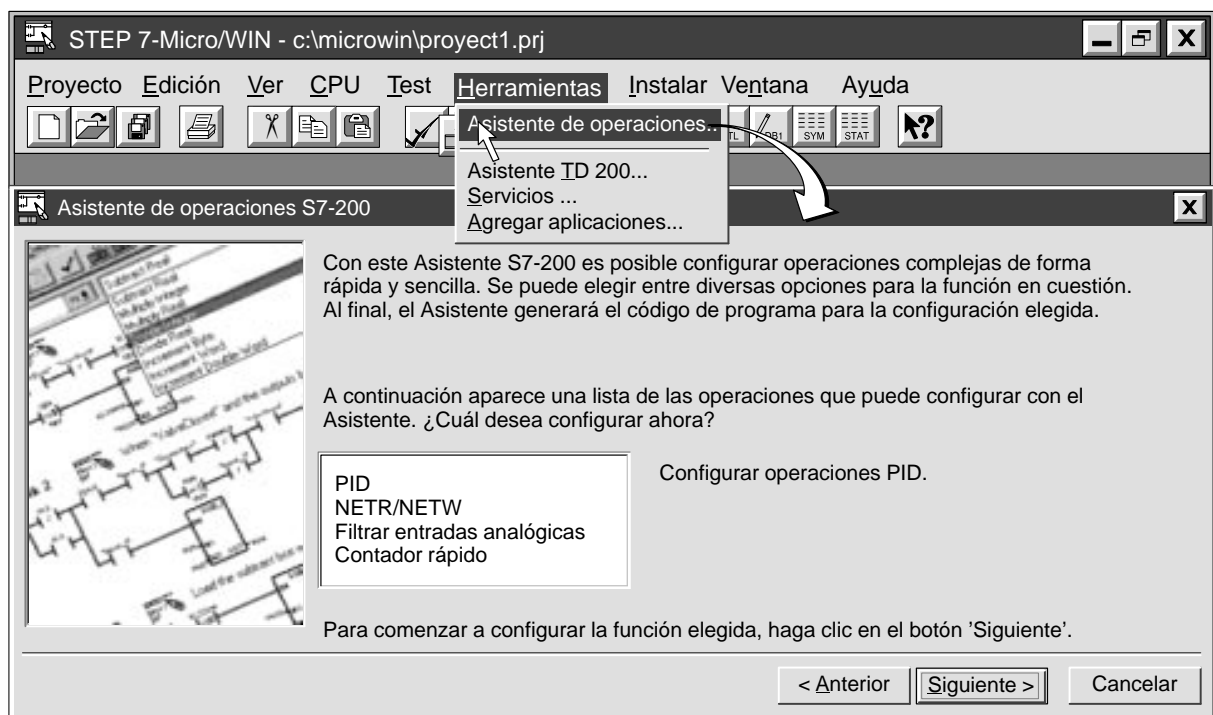

Figura 5-13 Utilizar el Asistente de operaciones S7-200
1. Elija el comando de menú **Herramientas ► Asistente de operaciones...** como muestra la figura 5-13.